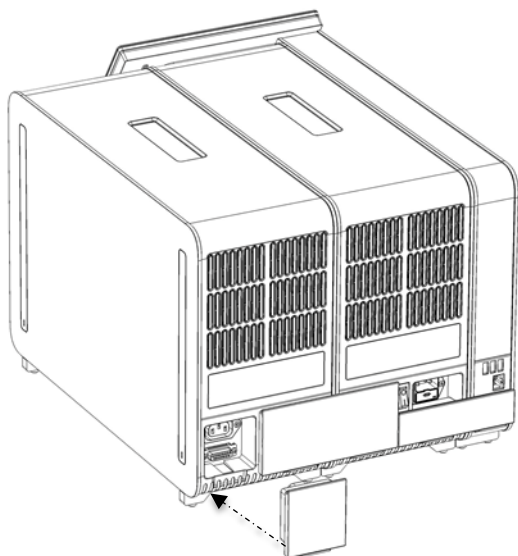

Bild 19. Ansluta avslutningsbryggan.
7. Anslut avslutningsbryggan till baksidan av den analytiska enheten (bild 19).